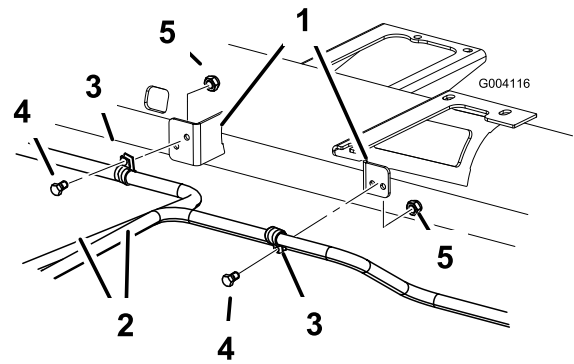

Bild 13
1. Bringen Sie die vorher entfernten R-Klemmen mit zwei Schrauben und Sicherungsmuttern an, um die Hydraulikrohre am Maschinenrahmen zu befestigen, wie in Bild 13 dargestellt.